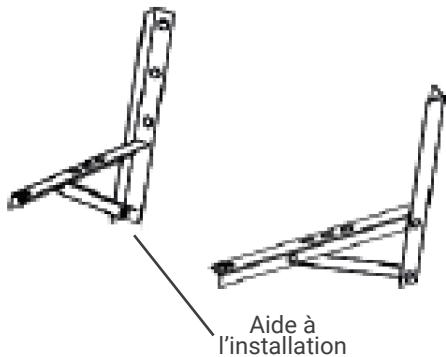

Fig.10
- Si des supports d' installation sont nécessaires pour installer l' unité extérieure, l' utilisateur peut acheter les supports auprès de notre société ou de nos agents (Fig. 10).